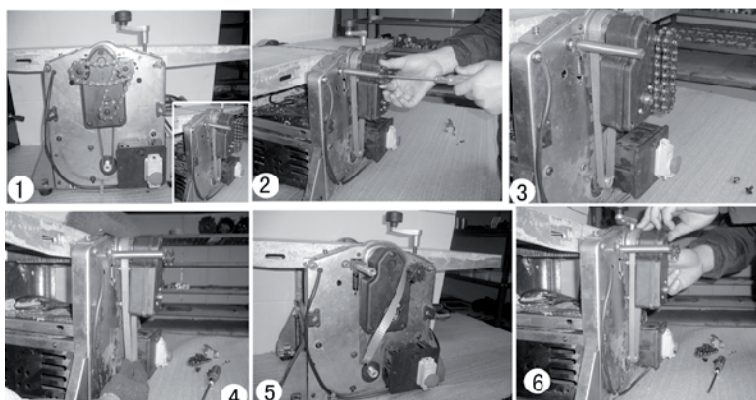

рис. 8
8.2 Замена приводного ремня (см. рис.8):